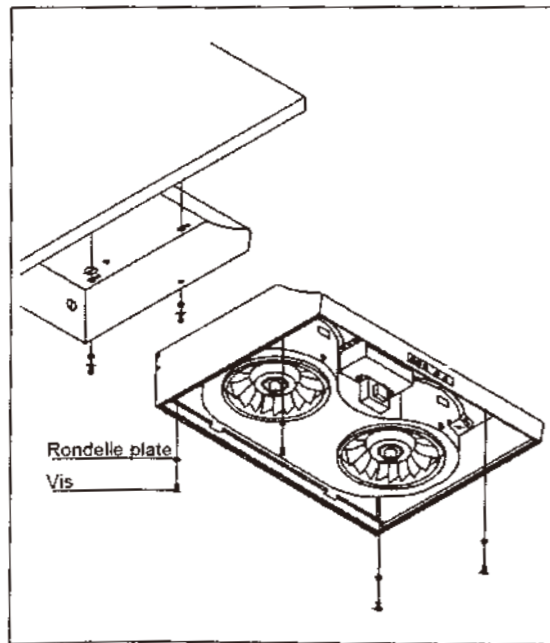

Fig. 15 Placez les vis sur l'entrée des trous
9. Placez les quatre extrémités les plus larges des trous sur les quatre vis du cabinet puis réglez la hotte jusqu'à ce que les vis soient enfoncés dans la partie étroite des trous. Enlevez chaque vis et ajoutez un boulon de 3/16" pour visser le tout ensemble. (Ne pas serrer trop fort)(Fig. 15)